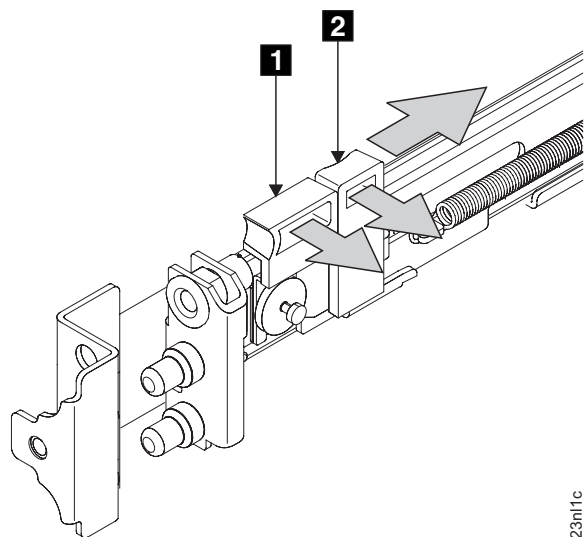

図 83. 前部ラッチ・ロック・キャリア・アセンブリーを開く
3. ラッチ・レバー **1** をレール (425 ページの図 83) の終端の方向に動かしながら、ラッチ・ロック **2** をレールから離れる方向に静かに押します。ラッチ・ロック・キャリア・アセンブリが、ばねの強度でスライドします。